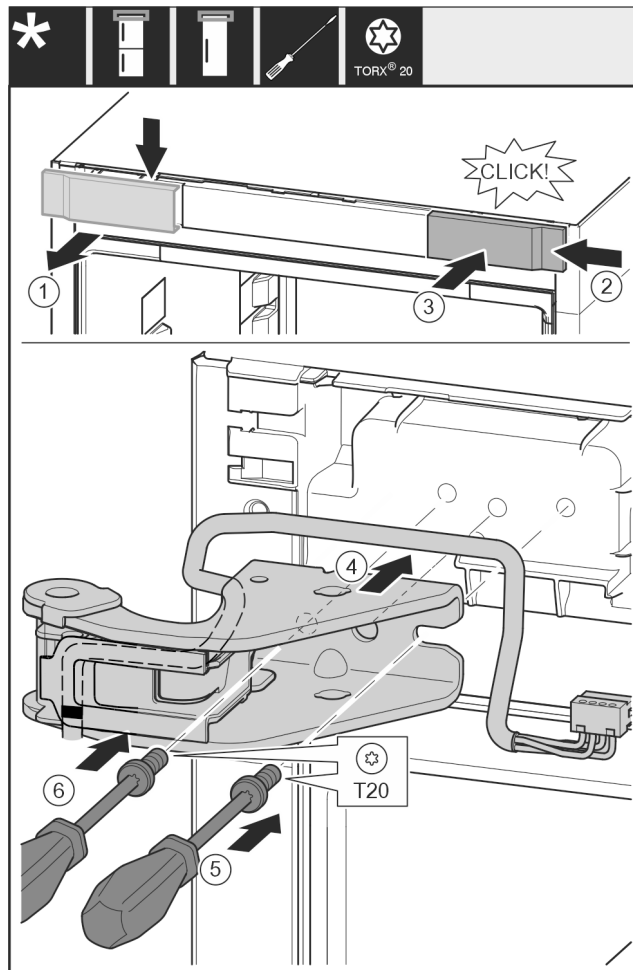

Fig. 32
- ▶ Pokrov snemite od zgoraj v smeri naprej. Fig. 32 (1)
- ▶ Pokrov, obrnjen za 180°, namestite na drugi strani z desne strani. Fig. 32 (2)
- ▶ Zataknite pokrov. Fig. 32 (3)
- ▶ Pristavite zgornji ležajni podstavek. Fig. 32 (4)
- ▶ Vijak vstavite z izvijačem T20 in ga zategnite. Fig. 32 (5)
- ▶ Vijak vstavite z izvijačem T20 in ga zategnite. Fig. 32 (6)